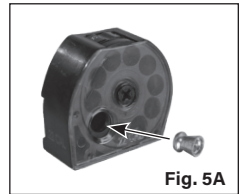

Fig. 5A
3. Führen Sie den das Geschoss mit dem Kopf voran in die Vorderseite des Magazins ein (Abb. 5A). Stellen Sie sicher, dass das Geschoss nicht über die Rückseite des Magazins hervorsteht. Falls das Geschoss heraussteht, schieben Sie es einfach hinein.